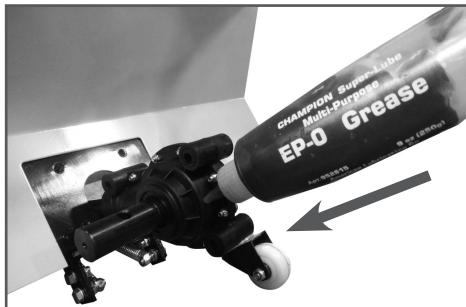

Рис. 17 Заправка смазки редуктора
- Добавить смазку в редуктор через одно отверстие тюбиком (Рис. 17) или специальным шприцем (в комплект поставки не входят) каждые 100 часов работы. Добавлять смазку до тех пор, пока она не появится из второго отверстия.